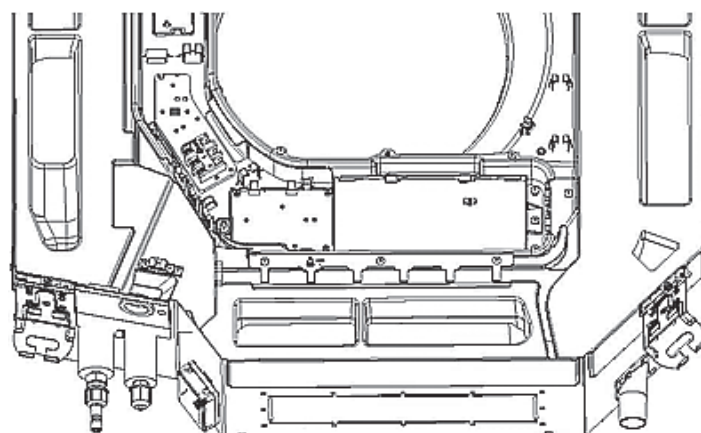

Рис. 39
- (1) Подключите к винтовым клеммам на колодке силовой кабель. Надежно зафиксируйте. Неплотное соединение может привести к возгоранию.
- (2) Неправильное подключение силового кабеля может вывести кондиционер из строя.
- (3) Соединительный кабель внутреннего блока нужно подключать в соответствии с отметками, см. рис. 39.
- (4) Подключите внутренние и наружные блоки к линии заземления.
- (5) Кондиционер должен быть заземлен в соответствии с действующими местными и федеральными стандартами.